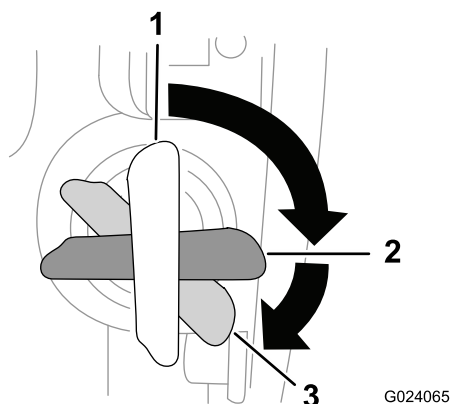

Figure 20
3. Tournez le commutateur d'allumage en position démarrage et maintenez-le jusqu'à ce que le moteur démarre (Figure 20).